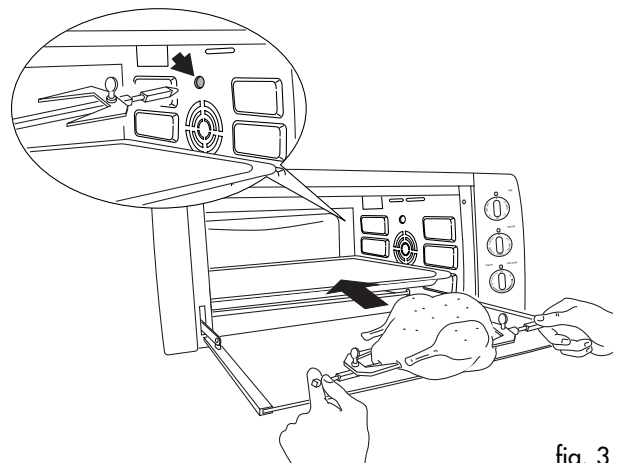

fig. 3
- Introduzca la grasera (H) en la guía 3 y coloque el espetón (I) en la base del asador (R) (fig. 3).
- Gire el mando del termostato (A) hasta la posición TOAST/BROIL.
- Gire el mando de funciones (D) hasta la posición BROIL & ROTIS.
- Gire el mando del timer (B) hasta la posición "ON".